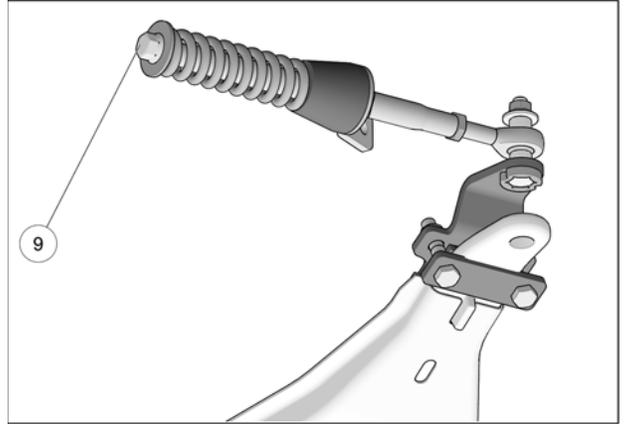

Fig. 28
18. Vérifier que le boulon du ressort (6) est serré au couple recommandé : 75 N•m [55 lb•pi]. Fig. 28